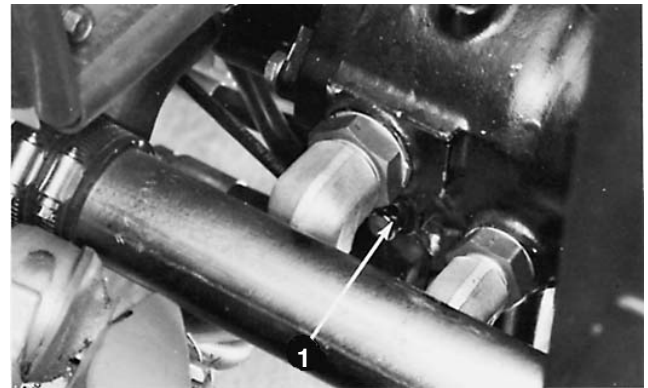

Bild 31
1. Das Sicherheitsventil befindet sich links von der variablen Hubpumpe (Bild 31). Drehen Sie das Ventil eine halbe oder ganze Umdrehung nach links, um es zu öffnen und Öl intern durch das Sicherheitsventil strömen zu lassen. Weil das Öl abgelenkt wird, lässt sich die Maschine ohne Schäden am Getriebe **langsam** bewegen.